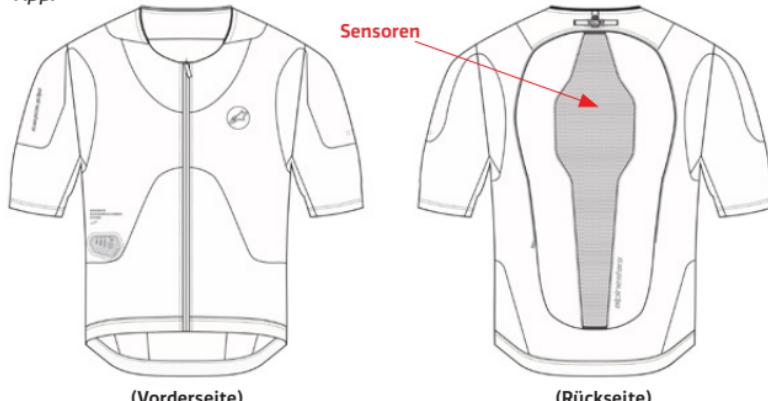

Abbildung 1 - Lage der Sensoren
Das System besteht aus einem Airbag-Steuergerät (5) mit eingebauten Sensoren (Abbildung 1). Die Sensoren des Airbag-Steuergeräts (5) bestehen aus einem triaxialen Beschleunigungsmesser und einem triaxialen Gyroskop, die sich im Rückenprotektor (4) befinden. Diese Sensoren überwachen den Körper des Benutzers auf Erschütterungen oder unerwartete Bewegungen. Sollte der Körper des Benutzers einer hohen und/oder plötzlichen Energiemenge ausgesetzt sein, wird das System ausgelöst. Dies kann der Fall sein, wenn das Motorrad in einen Unfall verwickelt ist, z. B. wenn das Motorrad mit einem anderen Fahrzeug oder einem Gegenstand kollidiert, wenn der Fahrer die Kontrolle über das Motorrad verliert oder wenn der Fahrer vom Motorrad stürzt.